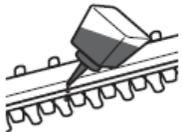

Рис.6
2. Для улучшения работы и продления срока службы режущего лезвия нанесите на него небольшое количество смазки (рис.6).